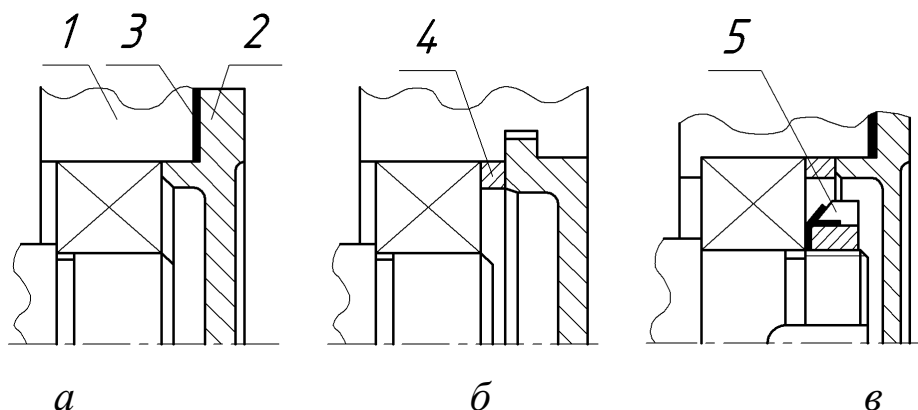

Рис. 7. Регулирование осевого зазора в подшипниках:
- набора тонких металлических прокладок 3, устанавливаемых между корпусом 1 и привертными (фланцевыми) крышками 2 (рис. 7, *a*);
- компенсаторного кольца 4, устанавливаемого между торцами закладной крышки и наружного кольца подшипника (рис. 7, *б*);
- резьбовых деталей 5 (рис. 7, *в*).